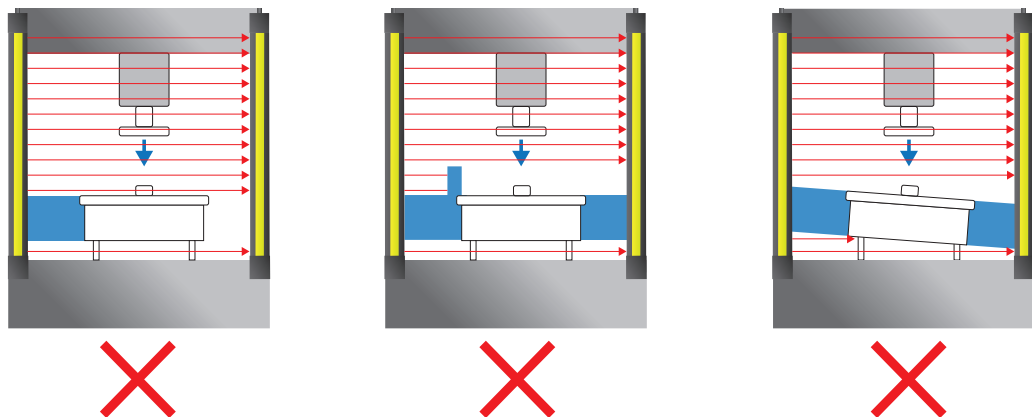

Figure 22: Prevenzione formazione ombre
- Una costruzione meccanica deve essere installata in modo da garantire che non sia possibile "ombreggiare" (vedere Figure 22).